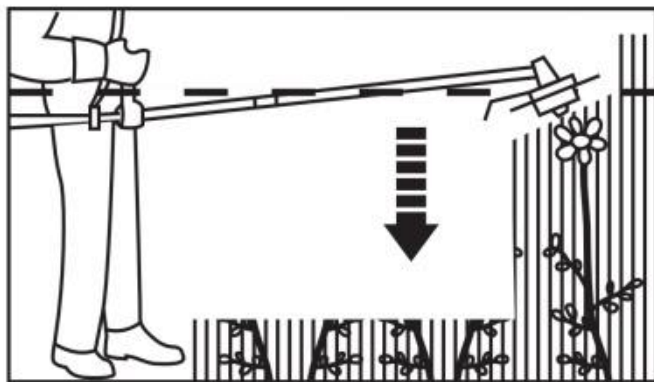

Fig. 43
4. Houd de snijkop nooit hoger dan uw heup (Fig. 43); Hoe hoger u de snijkop vasthoudt, hoe groter het risico dat voorwerpen weggeslingerd worden.